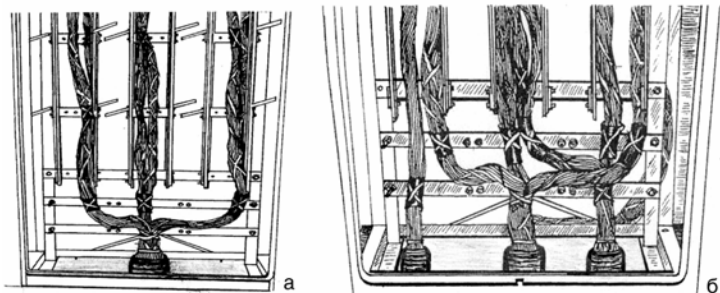

Рис. 10.7. Обрезка отвердевшего компаунда
10.1.15. После отвердевания компаунда снять алюминиевую фольгу и для лучшего стекания возможного конденсата влаги срезать угол отвердевшего компаунда по окружности (рис. 10.7). Сердечник возле трубки стянуть пластмассовым ремешком.